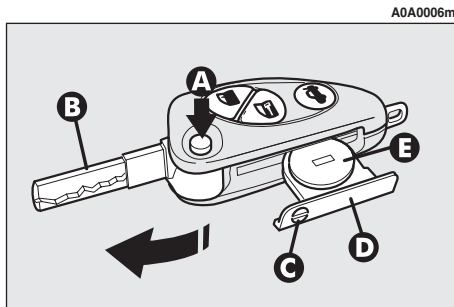

fig. 5
— premere il pulsante (A-fig. 5) e portare l'inserito metallico (B) in posizione di apertura;